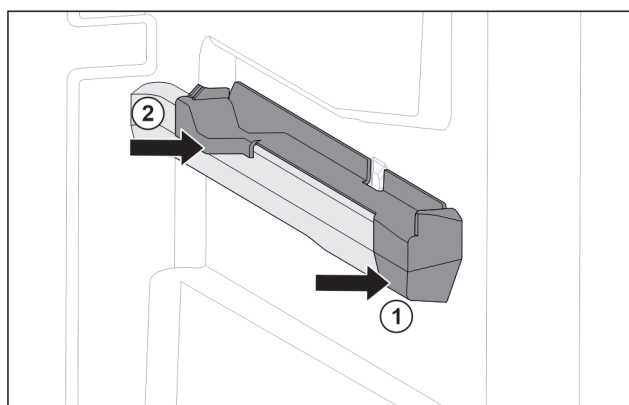

Fig. 80 Nasazovací díl na pravém žebrování na nádoby
- ▶ Nasadte nasazovací díl na žebrování na nádoby. Fig. 80 (1)
- ▶ Přitlačte nasazovací díl k zadní části. Fig. 80 (2)